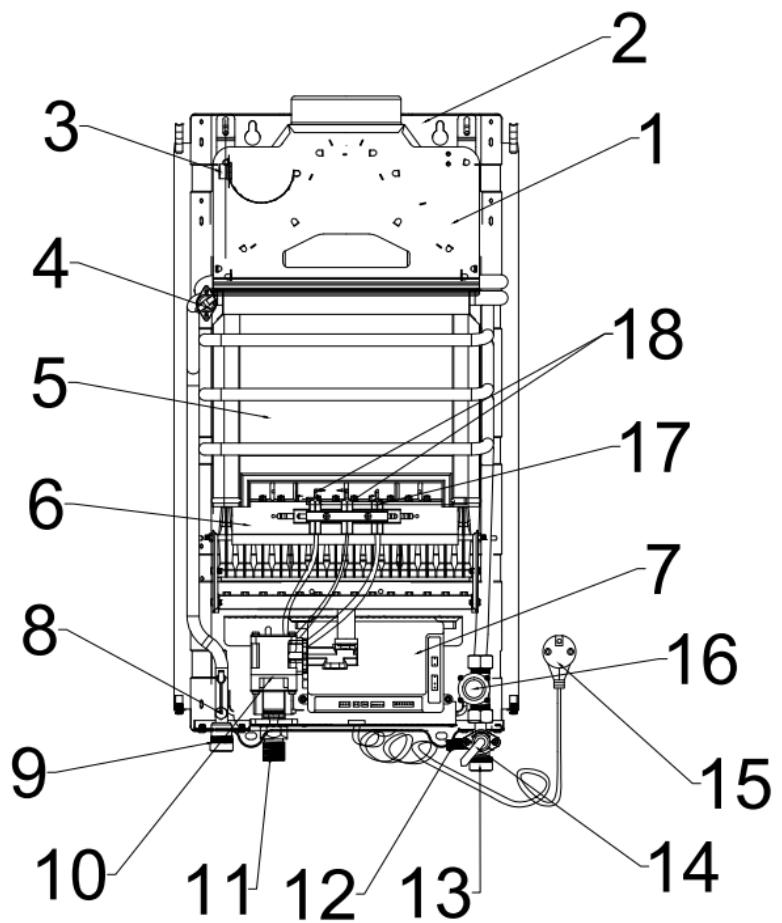

Рисунок 1
ГПВН настенного типа имеет прямоугольную форму, образуемую съёмной облицовкой, установленной на каркасе (**Рис. 1, 2**).
Составные части изделия, поясняющие принцип устройства ГПВН и требующие технического обслуживания во время эксплуатации, показаны на **Рис. 1**.
Основные узлы ГПВН, (Рис.1):
- открыть запорный вентиль горячей воды. Открыть кран горячей воды. Во время протока воды должен произойти искровой разряд между электродами электронного розжига и горелкой (см. Рис.1).